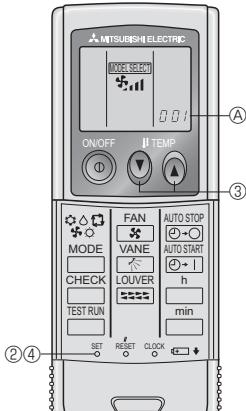

Fig. 6-6
3) Impostazioni (Fig. 6-6)
① Inserire le batterie.
② Premere il pulsante SET un po' appuntito sull'estremità.